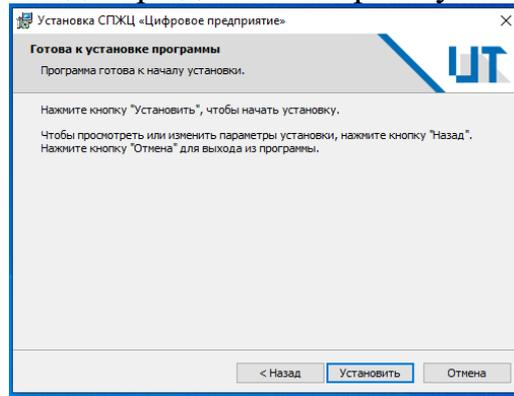

Рисунок 5
7) подтвердить в окне начало установки с заданными параметрами (рис. 5);